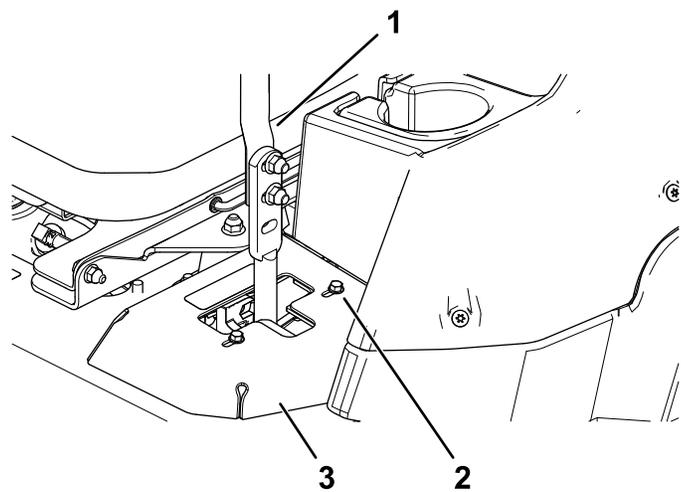

Figure 51
- Si la machine se déporte à droite, desserrez les boulons et reculez la plaque de butée gauche dans la fente en T gauche, jusqu'à ce qu'elle se déplace en ligne droite (Figure 51).
- Si elle se déporte à gauche, desserrez les boulons et reculez la plaque de butée droite dans la fente en T droite, jusqu'à ce qu'elle se déplace en ligne droite (Figure 51).
8. Serrez les boulons de la plaque de butée (Figure 51).